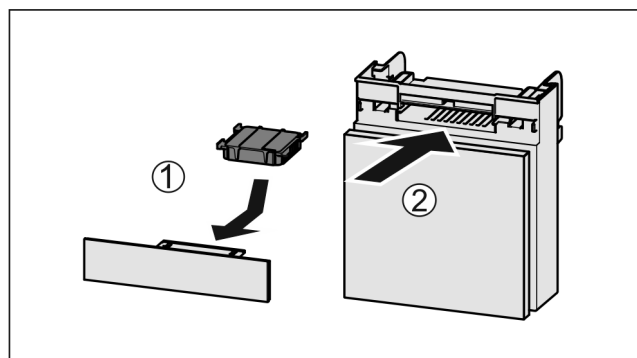

Fig. 81
- ▶ Actiefkoolfilter overeenkomstig afbeelding aanbrengen Fig. 81 (1).
- ▶ Lade erin schuiven Fig. 81 (2).